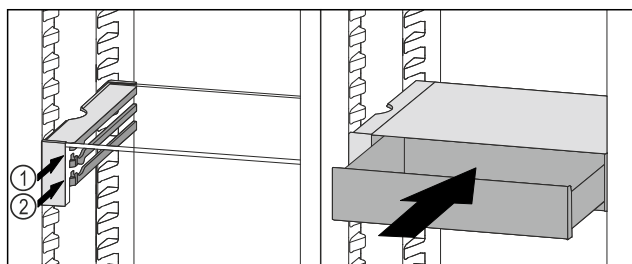

Fig. 109
- Stavite ladicu VarioSafe ukoso iza zaustavljača na željeni žlijeb Fig. 109 (1) ili Fig. 109 (2).